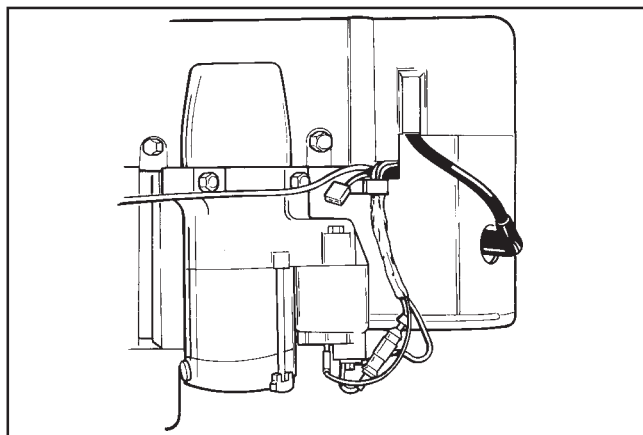

Figure 11-57. Câbles du côté démarreur du moteur.
1. Tirer le faisceau de câbles et les câbles des bougies à travers les ouvertures du carter prévues à cet effet. Voir les Figures 11-57 et 11-58.
3. Positionner les chicanes externes et visser les quatre vis hexagonales à brides (deux longues et deux courtes) sur les trous de montage avant (dans la culasse) et toute élingue de levage ou console attachée. Monter les deux vis courtes dans les trous de montage supérieurs des chicanes externes (dans les plaques de support). Voir les Figures 11-60 et 11-61. Utiliser la vis courte du côté gauche pour monter la console du faisceau de câbles. S'assurer que les câbles sont passés dans les logements et encoches destinés à cet effet afin qu'ils ne risquent pas d'être coincés entre le carter du ventilateur et les chicanes. Voir les Figures 11-57 à 11-59.